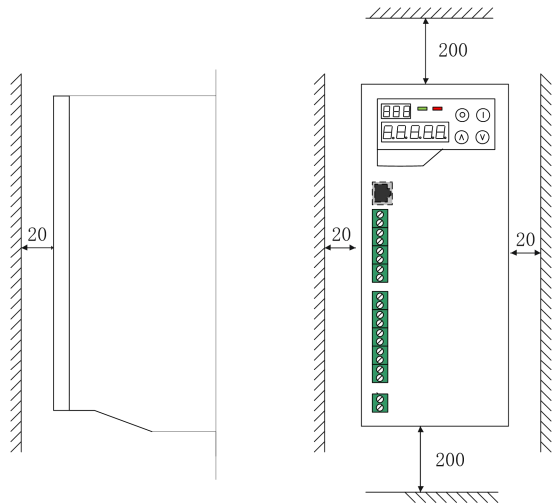

图 1-3 最小安装空间示意
- (1) 请安装在室内通风良好、无阳光直射的场所；
- (2) 为保证良好的通风散热，将控制器安装在竖直方向，并且留有足够空间，安装空间如图 1-3 所示。（单位：mm）